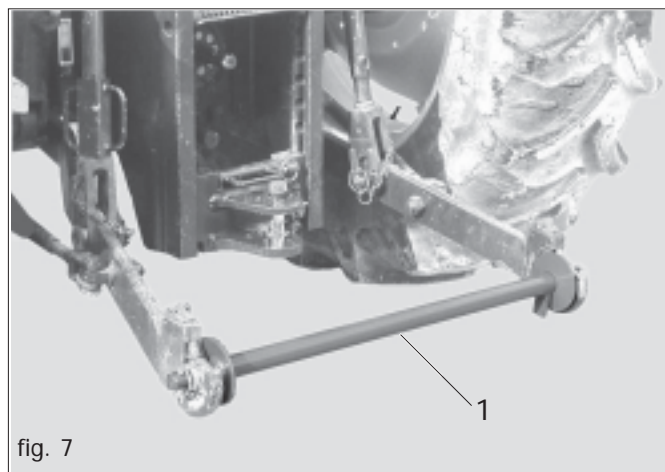

fig. 7
- 1) Agganciare la barra della seminatrice (1 Fig. 7) al sollevatore, bloccarla con le copiglie a scatto.